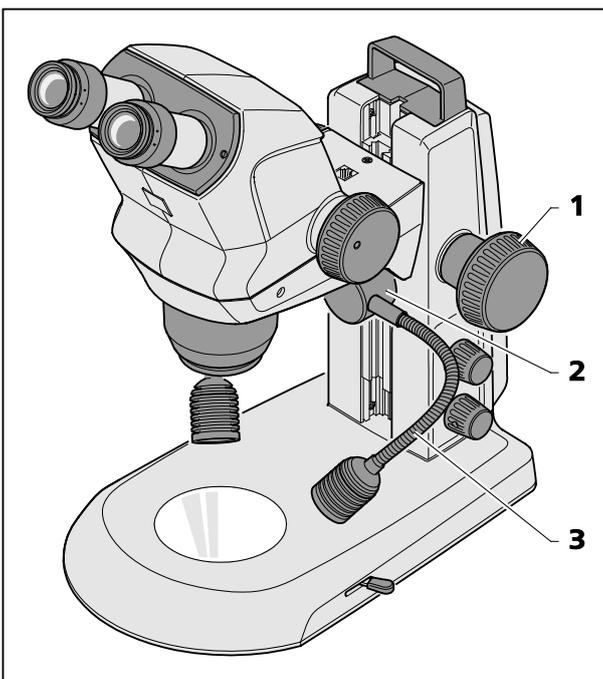

図 16 ダブルスポットライト
- 焦点調節ノブ（図 16/1）を使って、顕微鏡本体を一番上の位置に移動させます。
- ガイドに挿入したダブルスポットライト（図 16/2）を希望の高さにスライドさせます。
- 両方のスワンスリーブ（図 16/3）を曲げて、対象が最適に照らされるようにスポットを調節します。